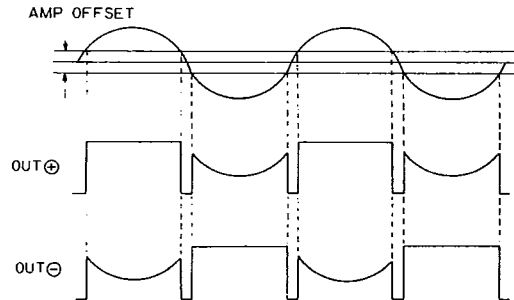

Fig.6
(3) 実際の出力波形は、Fig.6のようになります。出力が正から負へ切換わる期間はOPEN状態になります(これは、アンプにオフセットがあるためです)。よってこの期間は、IC側のインピーダンスが高くなるため、この間の出力波形は外付けによって決まります。一般的には、コイル負荷となるので、バックラッシュ電圧の発生を抑えるためコンデンサを接続します。